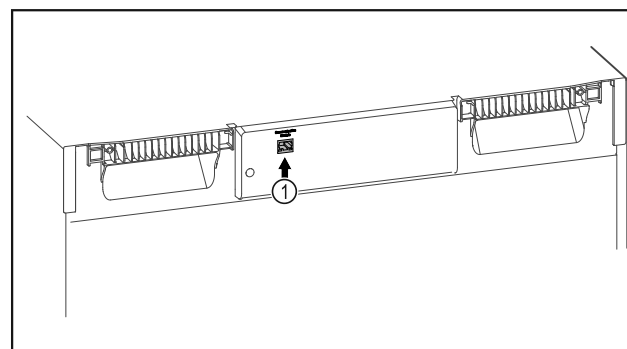

Fig. 110
- Le SmartModule Fig. 110 (1) est en place.